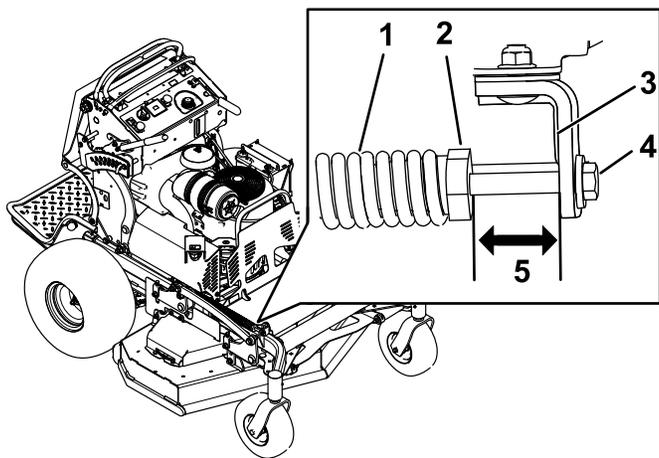

Figura 98
- Verifique o comprimento entre a porca da mola e o lado traseiro do suporte de montagem soldado (Figura 98).
- Certifique-se de que o comprimento se encontra entre 47 e 50 mm (Figura 98).
- Se for necessário, ajuste a distância ao ajustar o parafuso na dianteira do suporte de montagem (Figura 98).